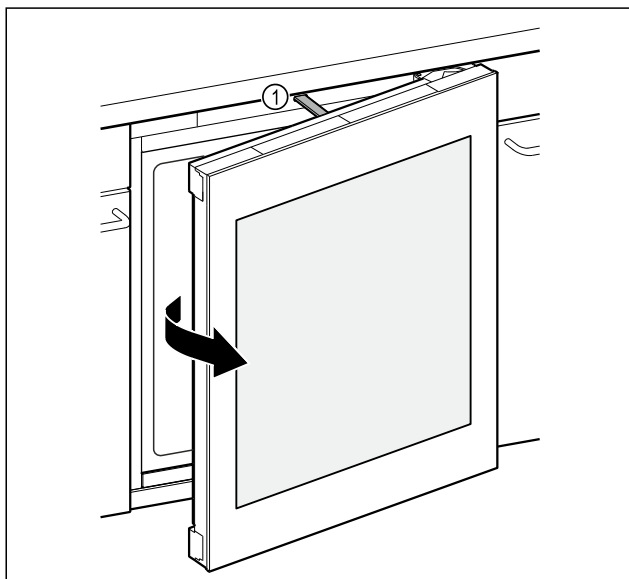

Fig. 92
- La tige de poussée Fig. 92 (1) ouvre la porte d'env. 7 cm.